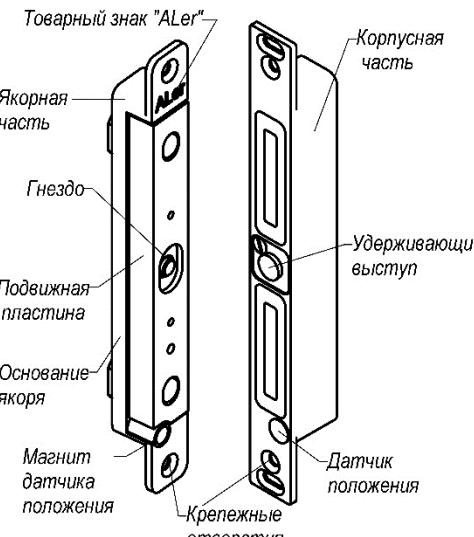

Рис.1
4.1 ЗАМОК состоит из корпусной и якорной частей. Корпусная часть монтируется в дверной коробке, якорная часть - в двери. При закрытии двери подвижная пластина якорной части (рисунок 1) притягивается к рабочей поверхности корпусной части, при этом удерживающий выступ на корпусе входит в соответствующее гнездо пластины якоря и блокирует дверь. Величина удерживающего усилия замка определяется конструктивными размерами удерживающего выступа. При снятии напряжения питания ЗАМОК разблокируется, что приводит к отпиранию двери.
4.2 Датчик Холла, расположенный на фланце корпуса (датчик положения), и магнит датчика положения, расположенный в якорной части (рисунок 1), используются для управления внутренней электронной схемой замка и определяют режимы «ПОДБРОС» и «УДЕРЖАНИЕ». При закрывании двери по сигналу датчика положения выполняется включение обмоток замка большим током намагничивания. Тем самым реализуется режим активного притягивания («подброс» якоря). Режим «ПОДБРОС» длится 4 – 5 секунд, после чего происходит переключение в режим «УДЕРЖАНИЕ» в заблокированном положении с пониженным током потребления.
Якорная часть вертикального варианта должна быть ориентирована в гнезде по установочной метке в виде товарного знака «ALer» направлением вверх (рисунок 1), для горизонтального варианта знак «ALer» на якорной части должен находиться ближе к оси поворота двери (рисунок 3).
5.3 Для монтажа корпусной части в дверной коробке подготавливается аналогичное гнездо напротив гнезда в двери. Корпусная часть замка ориентируется относительно якорной части по датчику положения на фланце замка. Датчик положения на корпусе должен находиться напротив магнита на якорной части (рисунок 1). Рекомендуется гнездо делать на 2-5мм шире корпуса, чтобы компенсировать погрешности монтажа в попечном направлении за счет перемещения корпусной части в пределах гнезда.